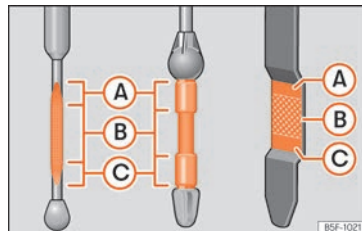

Abb. 224 Ölmesstab
»» **Abb. 224.** Füllen Sie gegebenenfalls Motoröl nach.
- Wenn der Ölstand mindestens den Bereich »» **Abb. 224 (B)** erreicht hat, vorsichtig den Deckel des Einfüllstutzens aufschrauben »» ⓘ.
Liegt der Ölstand über dem Bereich »» **Abb. 224 (A)**, starten Sie den Motor bitte nicht. Dies könnte zu einer Beschädigung des Motors und des Katalysators führen. Wenden Sie sich an einen Fachbetrieb.
Der Ölstand darf keinesfalls über dem Bereich »» **Abb. 224 (A)** stehen, andernfalls könnte Öl über die Entlüftung der Motorölwanne angesaugt werden und über die Abgasanlage in die Atmosphäre gelangen.